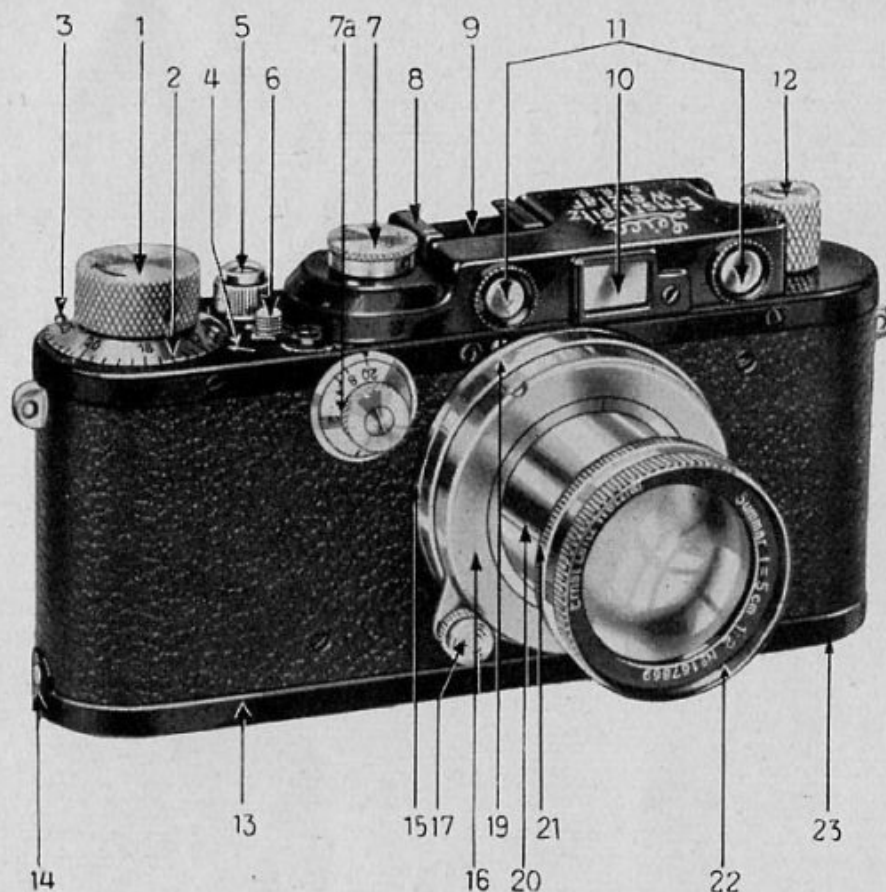

Figure 22
2. Régler le diaphragme à l'aide de la bague **21** (figure 22).